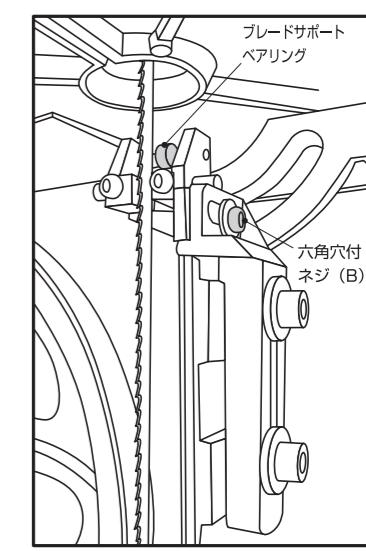

図9
2. 六角穴付ネジ(B)をゆるめて、ブレードサポートベアリングを鋸刃の背面にできるだけ近づけてください。(1mm以下)(図9)
3. 六角穴付ネジ(B)をゆるめて、ホルダーを前後させて、ブレードサポートピンが鋸刃の中心になるよう調整してください。(図9)